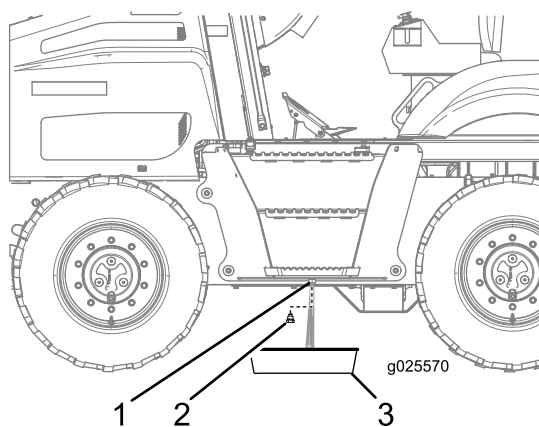

Bild 71
- Schrauben Sie die Ablassschraube aus dem Kraftstofftank und lassen Sie das Wasser ab (Bild 71).
- Wenn sauberer Kraftstoff austritt, setzen Sie die Ablassschraube ein und ziehen sie an (Bild 71).